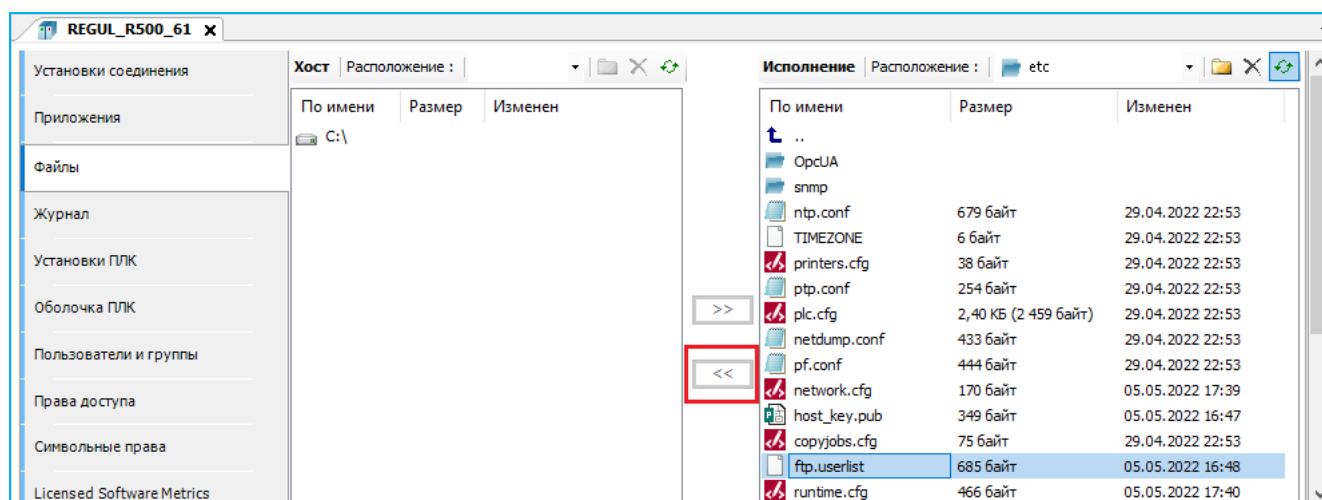

Рисунок 200 – Файл для конфигурирования учетных записей, расположенный в папке etc на контроллере
- на главной вкладке параметров устройства перейдите на вкладку **Файлы**. В области **Исполнение** нажмите кнопку  (**Обновить**). В окне отобразится дерево файлов, имеющихся на контроллере. Найдите папку **etc** (Рисунок 200);